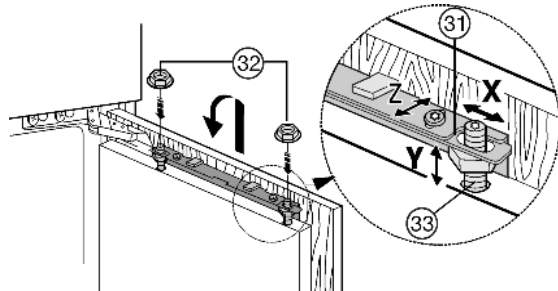

Fig. 23
- ▶ De kastdeur op de stelbouten *Fig. 23 (33)* inhangen en contraoeren *Fig. 23 (32)* losjes op de afstelbouten draaien.
- ▶ Kastdeur in de hoogte en de hoek opzij uitlijnen: Stelbouten *Fig. 23 (33)* met een schroevendraaier afstellen.
- ▶ Contraoeren *Fig. 23 (32)* vastdraaien.